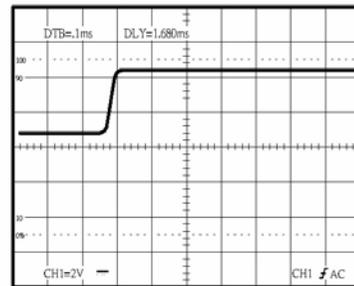

图 5-10 Delay 模式
- 5.只有按了 MAIN/ALT/DELAY 钮，才可设定到 DEALY 模式，测量放大的波形。放大的波形如图 5-10 所示。